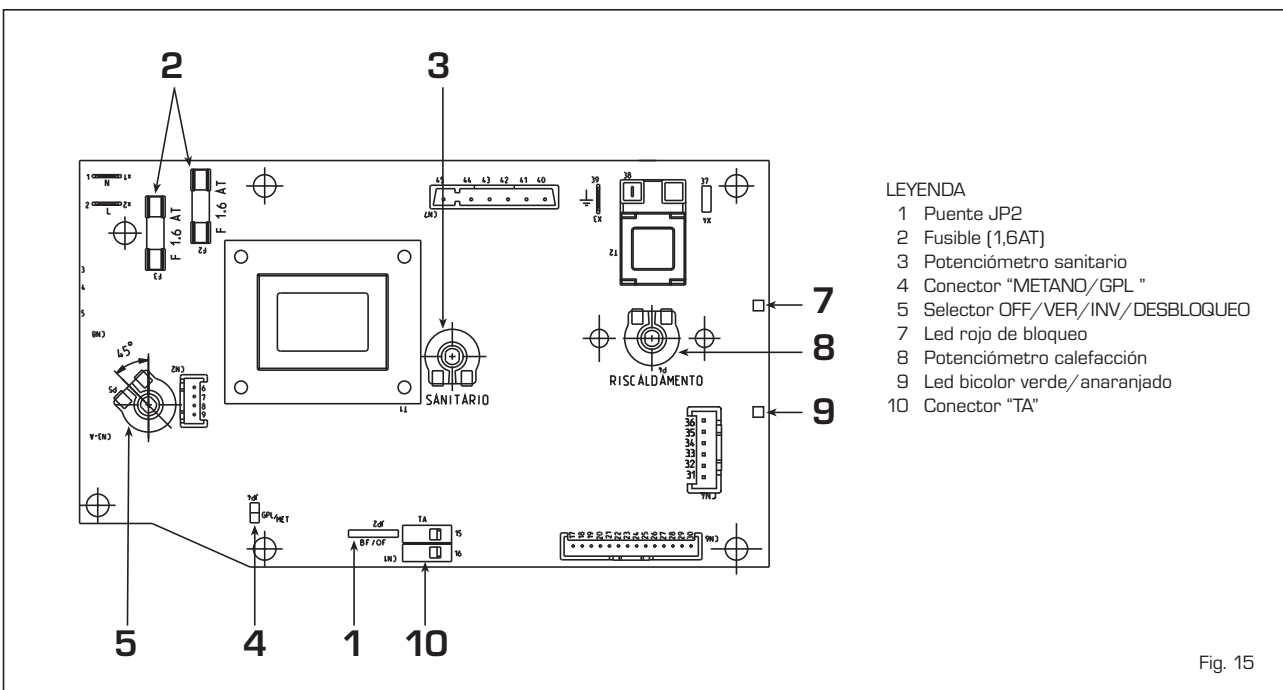

Fig. 15
La ficha electrónica presenta los dispositivos siguientes (fig. 15):
- Desmontar el colector quemadores (3).
- Substituir los inyectores principales (6) y la arandela de cobre (4) suministrados en el kit; para efectuar esta operación, utilizar una llave fija  $\varnothing 7$ .
- Desplazar el puente del conector "METANO/GPL" de la ficha en la posición correspondiente al gas utilizado (4 fig. 15).